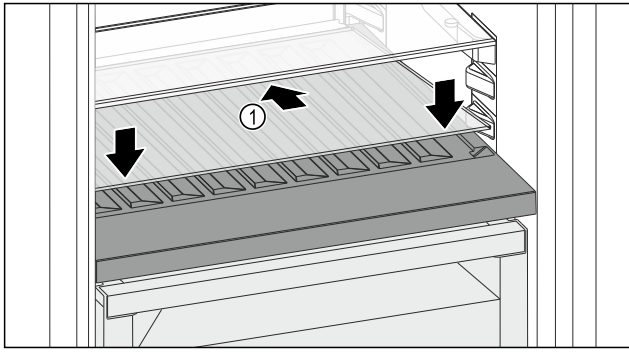

Fig. 216
- ▶ Вставьте стеклянную пластину Fig. 216 (1) наискосок и с уклоном назад вниз.
- ▶ Опустите стеклянную пластину Fig. 216 (1) спереди.